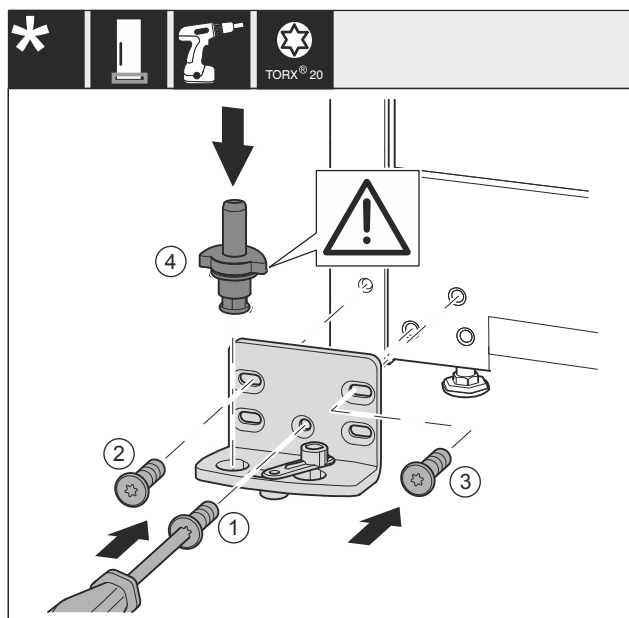

Fig. 25
- Nasadte stojan ložiska na druhé straně a přišroubujte pomocí šroubováku. Začněte Fig. 25 (1) dole uprostřed.
- Pevně utáhněte šroub Fig. 25 (2) a Fig. 25 (3).
- Zcela vložte ložiskový čep Fig. 25 (4). Přitom dávejte pozor, aby zajišťovací vačka směřovala dozadu.